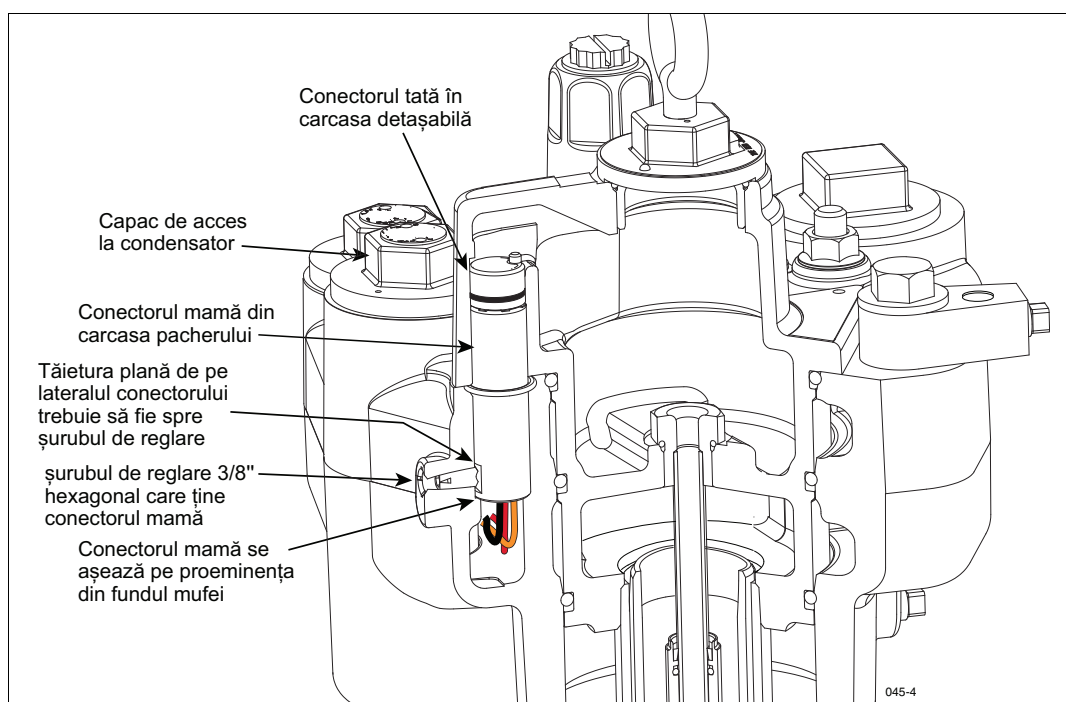

Figura 37. Localizarea șurubului de fixare al conectorului mamă
21. Scoateți capacul de acces la condensator (vezi Figura 37). Scoateți și eliminați garnitura inelară din capac și puneți capacul alături. Observați cele trei conexiuni de la conectorul mamă. Notați care conductor de la conector se leagă la fiecare conductor de la cablurile electrice de intrare. Tăiați conductorii electrici de intrare separându-i de conductorii de la conectorul mamă și eliminați conectorii.
22. Folosind o cheie hexagonală de 3/16", rotiți cu aproximativ 1-1/2 ture în sens antiorar șurubul de fixare care ține în poziție conectorul mamă, până ce puteți scoate conectorul (vezi Figura 37).